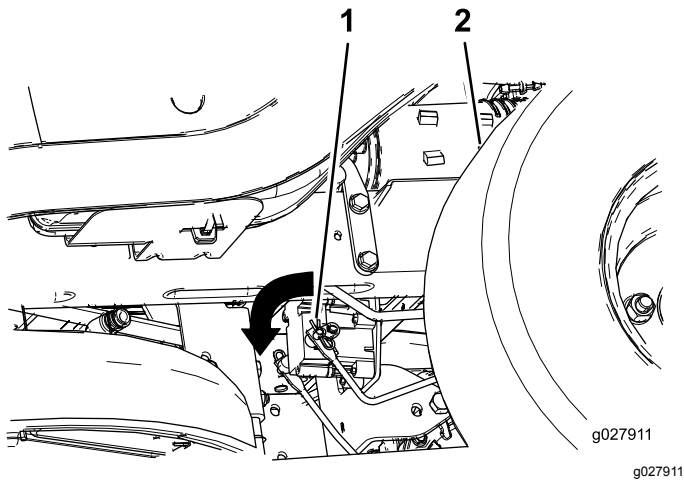

Figure 54
2. Localisez l'arbre sur le frein électrique au point de connexion des bras de liaison (Figure 54).